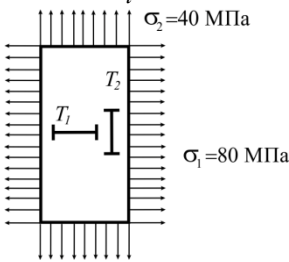

Рис. 2.8
**2.8. Однородная пластинка подвергается двухстороннему растяжению. Показания тензометра  $T_1$  в два раза больше показаний тензометра  $T_2$ . Коэффициенты увеличения тензометров одинаковы, а база  $l_2 = 2l_1$ . Определить коэффициент Пуассона материала пластинки (рис.2.8).**